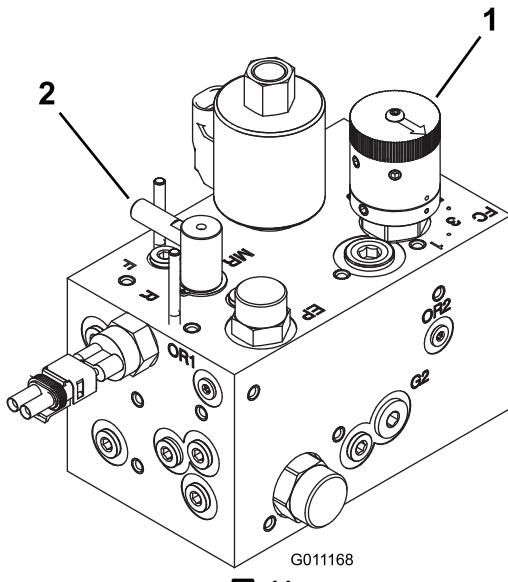

図 44
- リール速度コントロールノブ（図 44）を、ステップ（1）で決めた番号に合わせる。